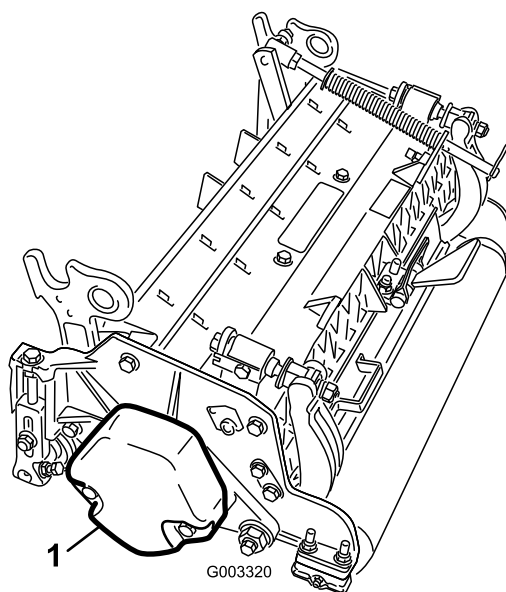

Figure 4
- Veillez à monter le contrepoids (Figure 4) du bon côté du tablier de coupe, comme expliqué dans le *Manuel de l'utilisateur* du tablier de coupe.